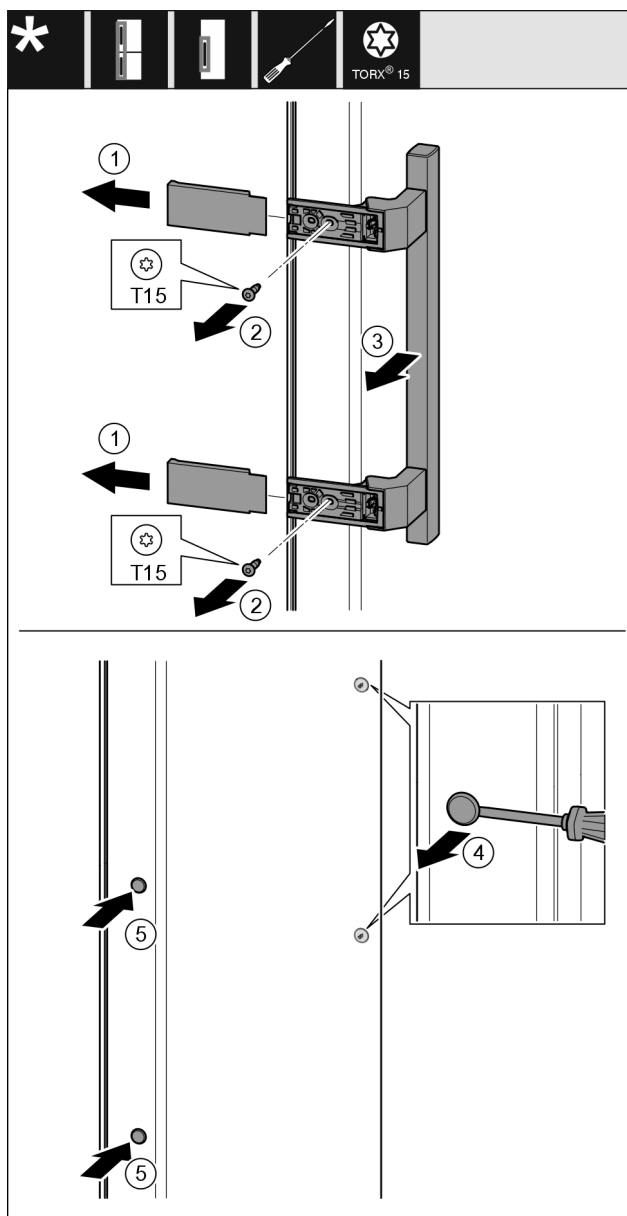

Fig. 10
- Tõmmake kate maha. Fig. 10 (1)
- Keerake kruvid kruvikeerajaga Torx 15 välja. Fig. 10 (2)
- Võtke käepide maha. Fig. 10 (3)
- Tõstke külgmised korgid ettevaatlikult lapikkruvikeerajaga üles ja tõmmake välja. Fig. 10 (4)
- Pange korgid teisel küljel taas sisse. Fig. 10 (5)